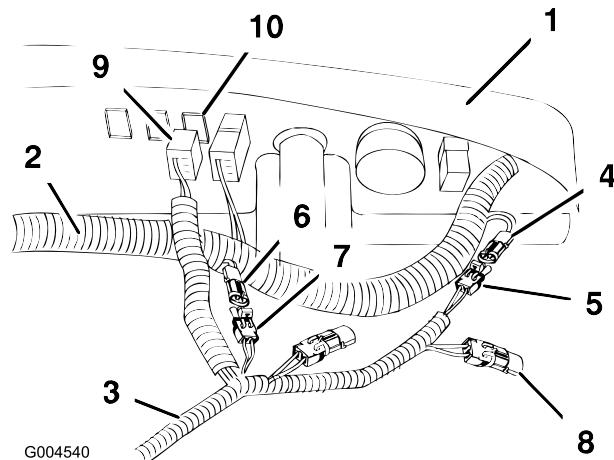

Bild 8
4. Der Hauptkabelbaum hat einen Anschluss, der mit optional 48v Output“ beschriftet ist; nehmen Sie die Kappe ab. Schließen Sie den Zubehör-Kabelbaum an diesen Anschluss an, wie in Bild 8 dargestellt.
7. Bringen Sie den Schalterstecker hinter dem Stecker im Armaturenbrett in Position, siehe Bild 8.